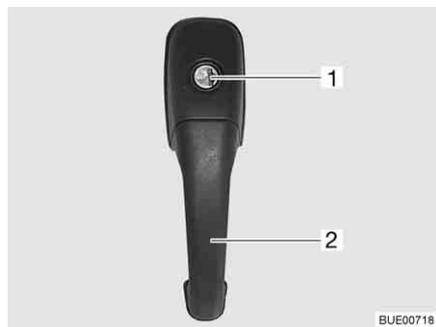

Fig. 38 Serratura della porta di ingresso, lato esterno
- Inserire la chiave nel cilindro della serratura (Fig. 38,1) e ruotare fino a quando la serratura della porta si sblocca.
- Tirare la maniglia della porta (Fig. 38,2). La porta è aperta.
- Inserire la chiave nel cilindro della serratura (Fig. 38,1) e ruotare fino a quando la serratura della porta si blocca.